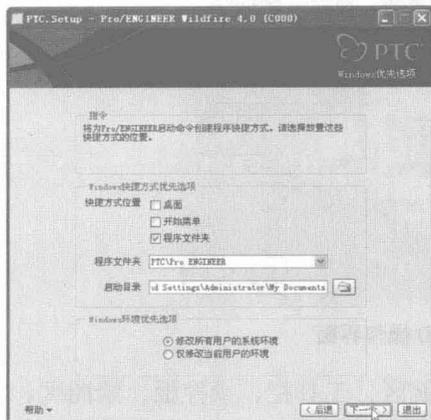
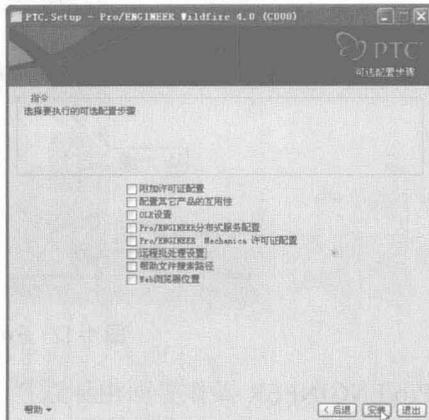

图 1-13 Windows 优先选项界面
图 1-14 可选配置步骤界面
**Step 06** 依次在“指定许可证服务器”对话框中单击“确定”按钮，在“许可证服务器”界面中单击“下一个”按钮，在弹出的“Windows 优先选项”界面中设置快捷方式位置。接着单击“浏览安装目录”按钮，选择启动目录。单击“下一个”按钮，如图 1-13 所示。在“可选配置步骤”界面中选择要执行的可选配置步骤后，单击“安装”按钮，如图 1-14 所示。